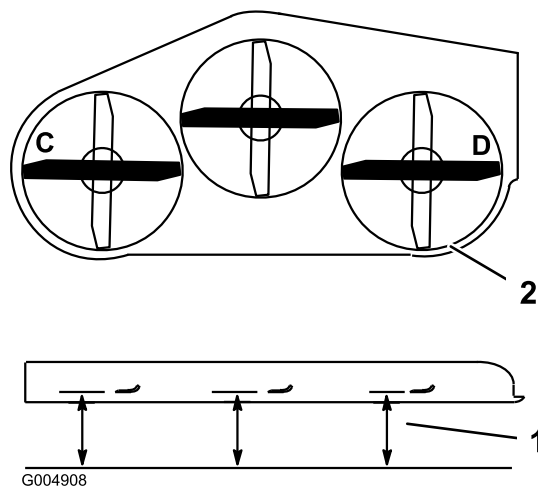
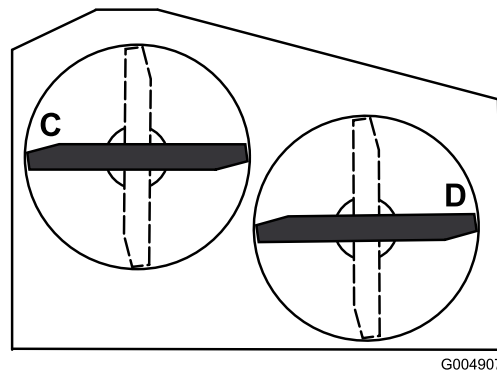

Figure 68
Figure 69
2. Tournez les lames jusqu'à ce qu'elles soient parallèles dans le sens transversal. Mesurez la distance aux points C et D (Figure 68) entre une surface plane et le bord coupant des pointes des lames. Pour les tabliers de coupe de 36 pouces, reportez-vous à la Figure 69.